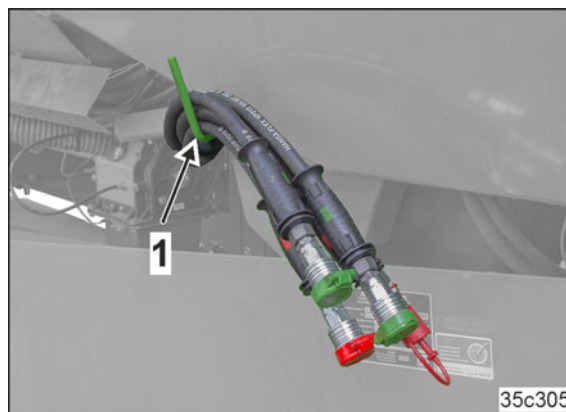

Bild 117
1. Koppla de tillkommande hydraulslangledningarna till kraftuttagshydraulpumpen (Bild 117/1).
- Slangförvaring (Bild 117/1)